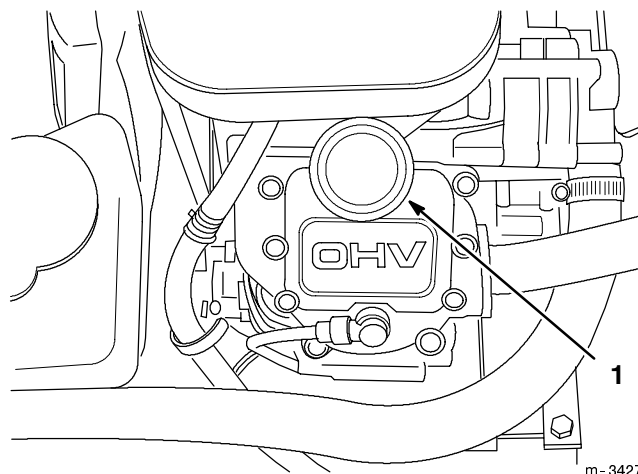

Figure 28
- Retirer le bouchon de remplissage d'huile (Fig. 28) et remplir le carter d'huile moteur de haute qualité, de classe de service API SG ou SH (voir tableau de viscosité) jusqu'au niveau requis.
- Verser lentement environ 80% du volume d'huile spécifié dans le goulot de remplissage (Fig. 28), puis contrôler le niveau d'huile, voir Contrôle du